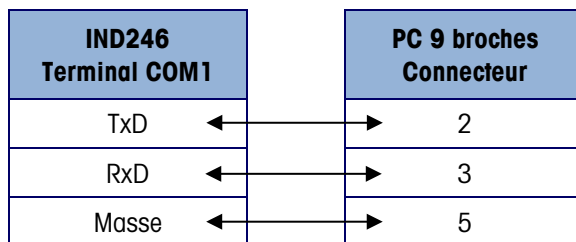

Figure 5-11 : Câblage série
4. Connectez un câble série configuré comme sur la Figure 5-11 depuis le PC vers le terminal.